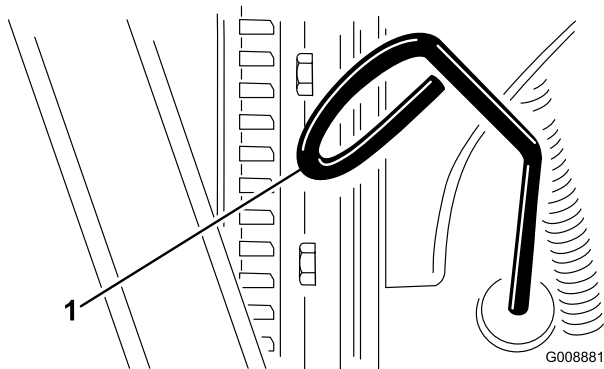

Figura 35
2. Retire a vareta (Figura 35) e limpe-a com um pano limpo .